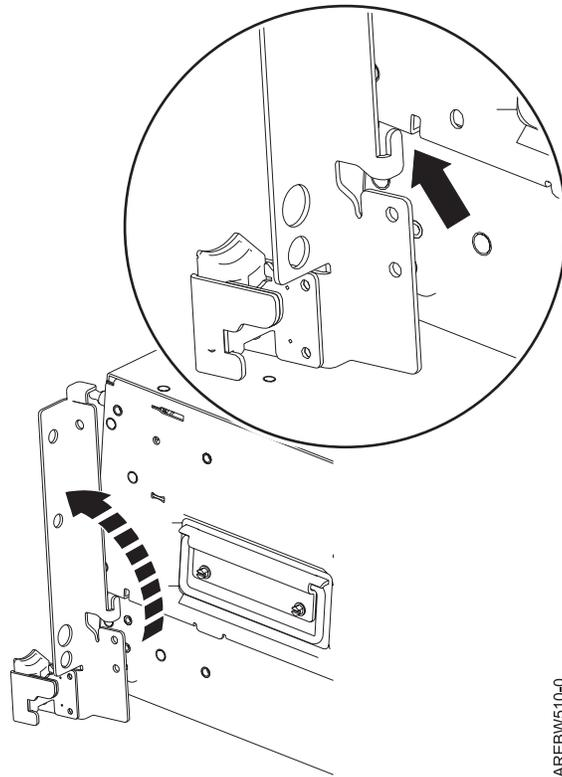

Figure 52. Rotation du haut du support vers l'extérieur
- a. Faites pivoter le haut du support vers l'extérieur (voir la figure 52, à la page 55).